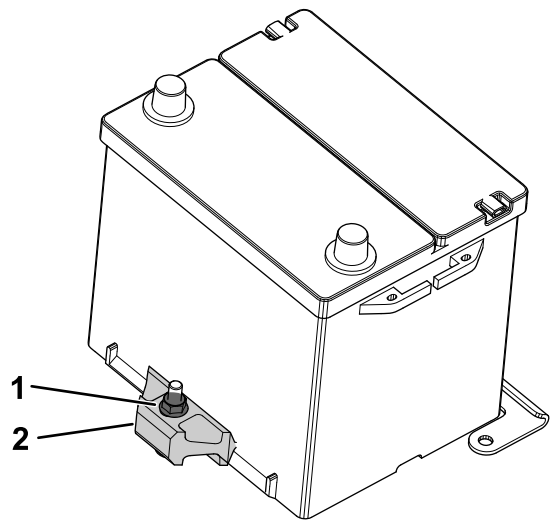

Figura 70
2. Afloje la contratuerca que fija la pletina de sujeción de la batería y retire la batería de la bandeja (Figura 70)
1. Coloque la batería sobre la bandeja y fíjela a la pletina de sujeción apretando la contratuerca (Figura 70).